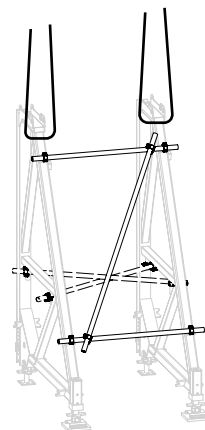

Fig. B4.02
- Le combinazioni di contrafforti senza contrafforte SB-C vanno imbracate con brache di tessuto e agganciate alla gru. (Fig. B4.02)